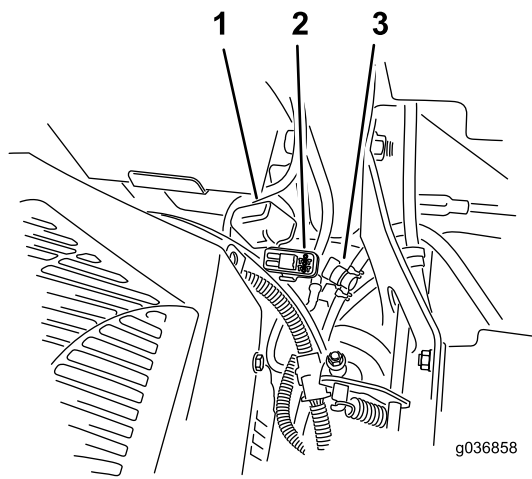

Bild 56
Hinweis: Achten Sie bei Maschinen des Typs MyRide darauf, dass das Erdungskabel nicht am Längslenker oder an der unteren Stoßdämpferbrücke scheuert (Bild 56).
Die Sicherungen befinden Sie rechts am Armaturenbrett neben dem Sitz (Bild 56).
- Setzen Sie eine neue Sicherung ein (Bild 56).